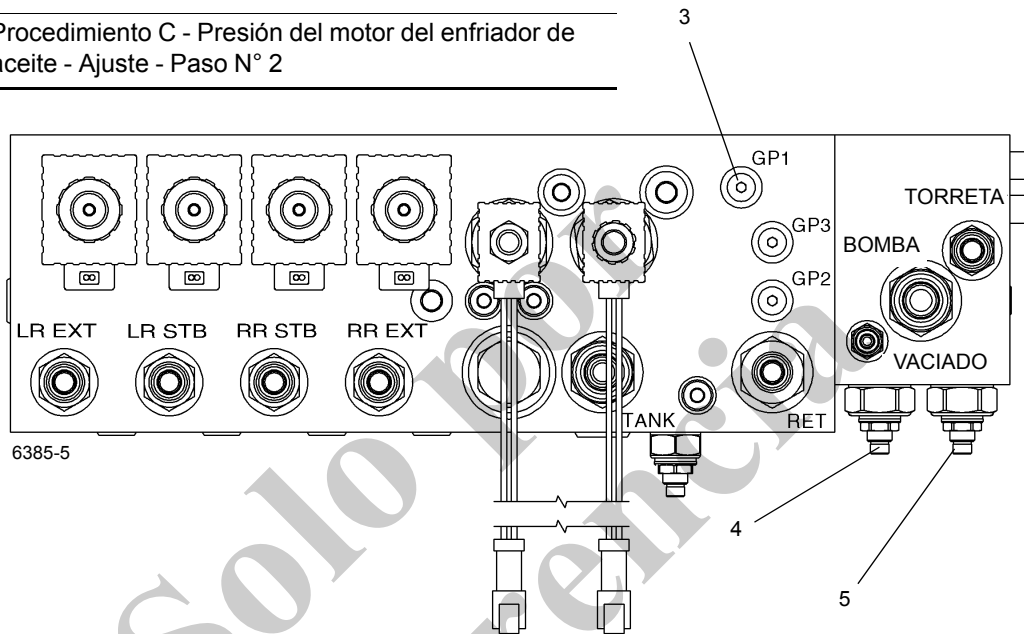

FIGURA 2-12
1. Instale un acoplador de desconexión rápida para diagnóstico y revisión de presión con manómetro en la boquilla de prueba de la lumbrera GP1 del colector de control de estabilizadores (vea la Figura 2-12).
2. Arranque el motor y acélelo a la aceleración máxima. Seleccione y mantenga el interruptor de extensión o retracción de estabilizadores en el tablero de instrumentos de la cabina. Enrosque la válvula reductora de presión del colector de control de estabilizadores para aumentar la presión o desenrosque para reducirla hasta que el manómetro indique 2000 psi  $\pm$  50 (vea la Figura 2-12).
2. Arranque el motor y acélelo a la aceleración máxima. Accione la palanca de control de elevación, malacate o telescopización moviéndola lentamente hasta el final de su carrera. Enrosque la válvula reductora de presión del colector de control de estabilizadores para aumentar la presión o desenrosque para reducirla hasta que el manómetro indique 3000 psi  $\pm$  50 (vea la Figura 2-12).